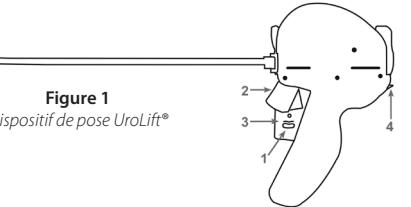

Figure 1
Le dispositif de pose UroLift (**Figure 1**) est conçu pour accéder à l'urètre prostataque et pour mettre en place un implant UroLift au travers du lobe de la prostate.
- Examiner l'extrémité du dispositif et vérifier que l'aiguille n'est pas visible. Examiner le verrou de sécurité de l'aiguille (Figure 1) et vérifier qu'il est bien en position « verrouillé » (vers l'avant).